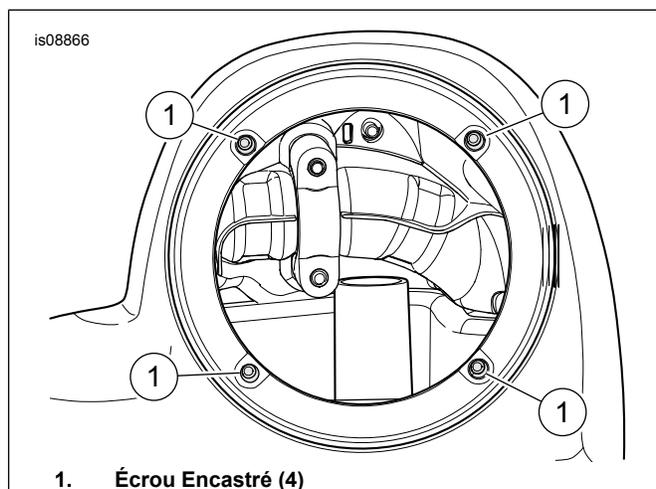

Figure 11. Écrous imperdables
15. Consultez Figure 11 . Installer les écrous encastrés (4) depuis l'intérieur de la grande ouverture.